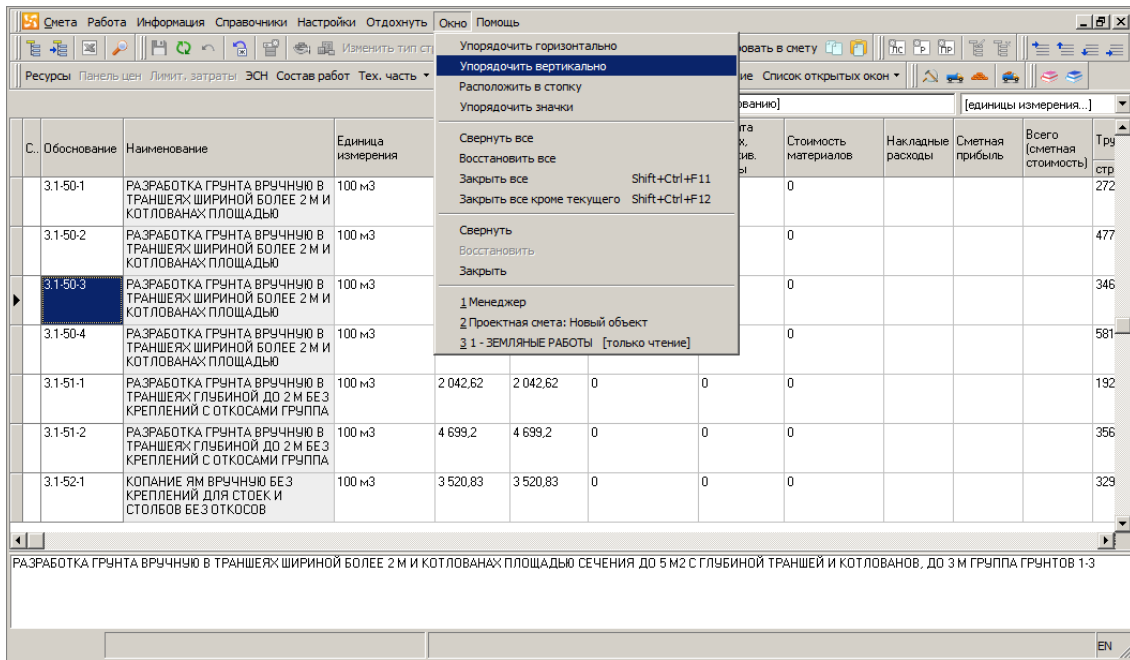

Рис. 1. Меню Окно
3. Выполните команду **Окно --> Упорядочить вертикально** (см. рис. 1).
3. В Главном меню выберите пункт Окно --> Упорядочить вертикально (см. рис. 1).